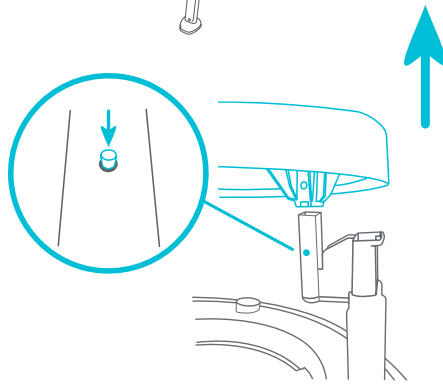

Fig. 13c
- **TAPA SUPERIOR:** Para retirarla, presione las 3 chavetas ubicadas en cada pata de la mesa (Fig. 13c). Repite el proceso con las otras patas de la mesa.